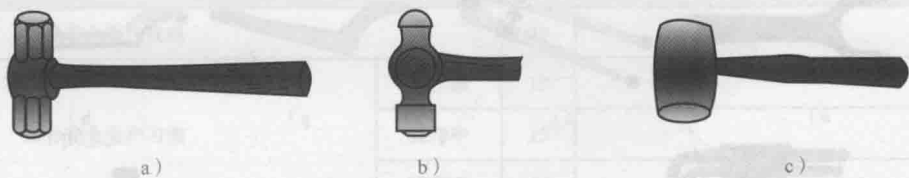

图 1-2 锤子
(1) 锤子 锤子分为硬锤头和软锤头两类。前者一般为钢制，后者一般由铜、塑料、铅、木材等材料制成。常见锤子的种类如图 1-2 所示。